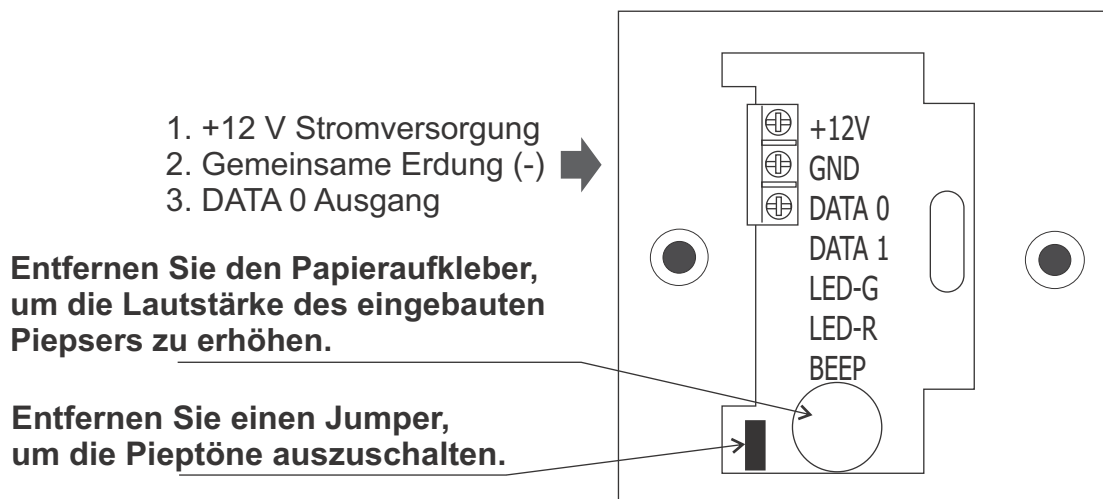

Abbildung 1. Schaltplan.
- Schließen Sie die Leitungen an die Buchse des Lesegeräts gemäß dem Schaltplan (siehe Abbildung 1) an;
Beim Lesen der Token-Seriennummer ertönt der Summer. Um den Summer auszuschalten, muss der Jumper auf der Lesegerät-Leiterplatte entfernt werden. (Siehe Abbildung 1.)